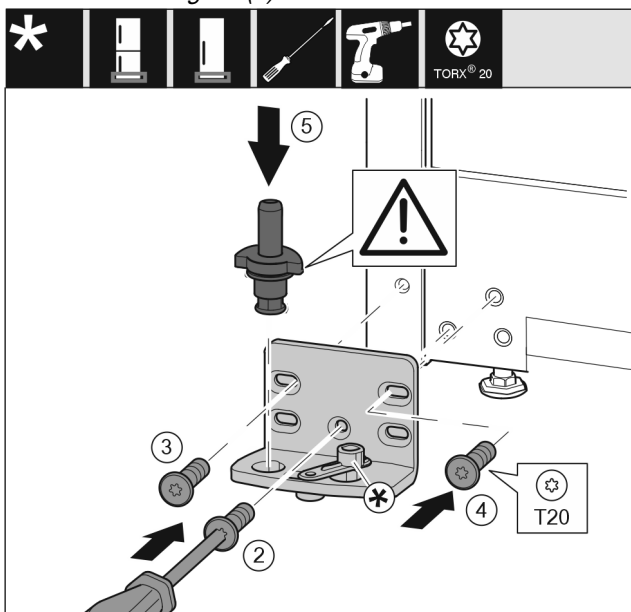

Fig. 25
- ▶ Monter lagerbukken på den andre siden, og skru den på med en skrutrekker T20. Begynn med skruer 2 nederst i midten. Fig. 25 (2)
- ▶ Skru fast skruer 3 og 4. Fig. 25 (3,4)
- ▶ Sett lagerbolten fullstendig på. Pass samtidig på at låsebolten peker bakover. Fig. 25 (5)